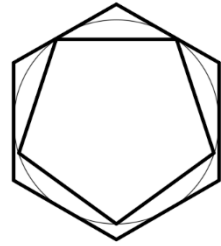

Рис. 26
- 2) **Шестиугольник**, описанный вокруг данной окружности и касающийся боковых квадрантов (рис. 26).